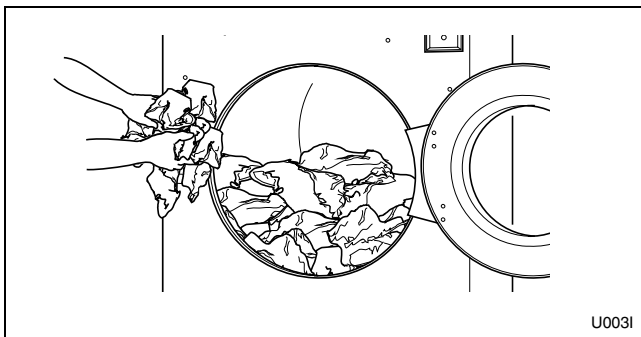

Figura 6
3. Cargue según la capacidad siempre que sea posible. Consulte la *Figura 6*.